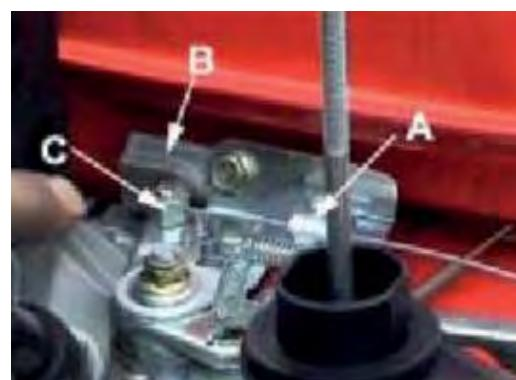

Рис.5
Проверить, что рычаг дросселя на сборке ручки выдвинут полностью вперед. Снять крышку сапуна и сапун с двигателя. Отвинтить зажим регулировки тросика (A). Затем, проверить, что рычаг дросселя (B) на двигателе выдвинут полностью вперед. Вставить провод, выходящий из тросика в отверстие (C), показанное на диаграмме. Со всеми установленными на своем месте деталями, поместить зажим регулировки тросика (A) назад на свое место и провести затяжку под головку болта (Рис.5).